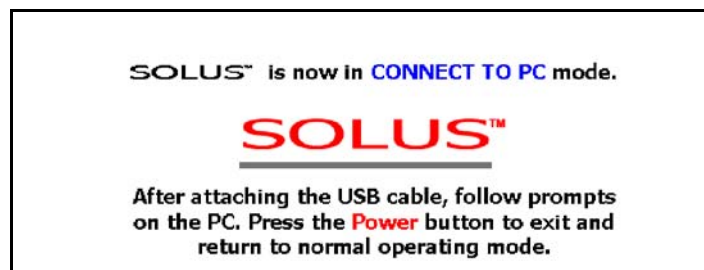

Abbildung 2-19 Meldung SOLUS im Modus „Mit PC verbinden“ (Beispiel)
5. Drücken Sie die **Power**-Taste, um das SOLUS-Gerät einzuschalten. Eine Modusmeldung „Mit PC verbinden“ erscheint (Abbildung 2-19).